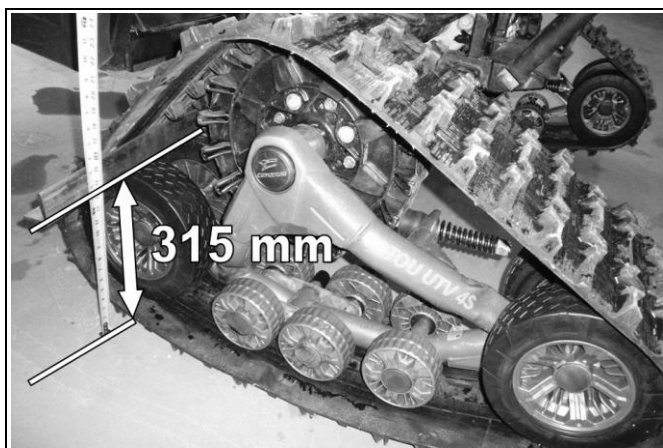

Figura 4
- Installare una barra piatta sulle ruote posteriori dei sistemi di cingoli e misurare l'altezza da terra, come mostra la figura 4.